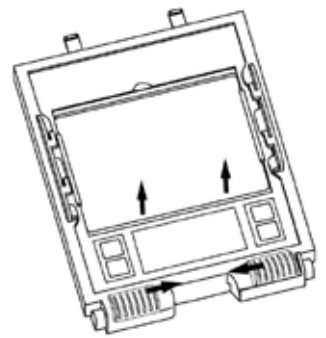
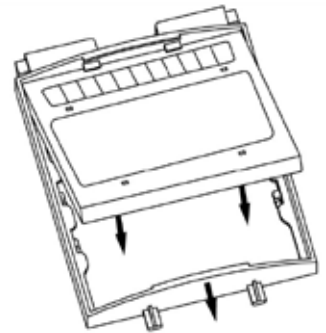

Abb. 9
Abb. 10
• Um die äußere Schutzlinse zu ersetzen, entfernen Sie die Filtereinheit (Abb. 9), indem Sie die Haltersperren unter der Filtereinheit zur Mitte hin entriegeln.
• Um den Filter zu ersetzen, entfernen Sie die Filtereinheit von der Maske (Abb.9). Biegen Sie den oberen Teil der Halterung und entfernen Sie den Filter (Abb.10). Setzen Sie den neuen Filter sorgfältig und korrekt ein. Positionieren Sie den Filter auf der Maske neu.